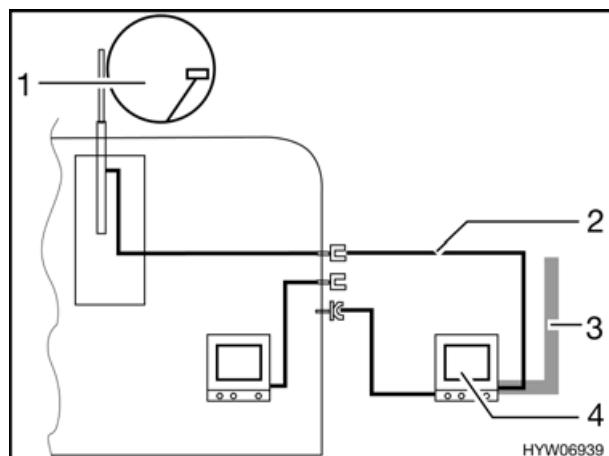

Bild 70 TV im Vorzelt
- TV im Vorzelt (Bild 70,4): Anschluss an Dachantenne (Bild 70,1) mit Verbindungsleitung (Bild 70,2).
- TV im Vorzelt (Bild 70,4): Anschluss an externe Antenne (Bild 70,3).